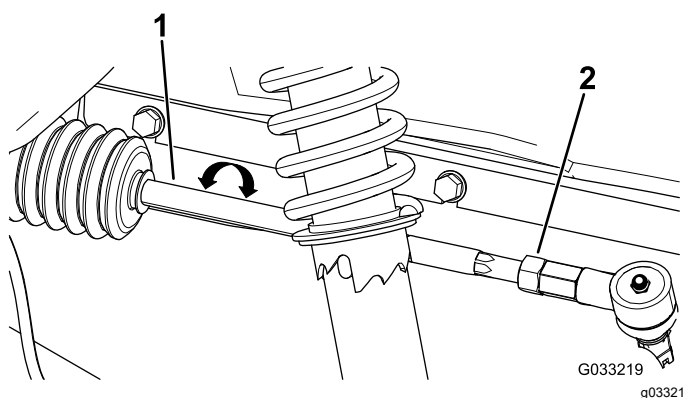

Figura 55
3. Se a medição obtida não se situar entre 0 e 6 mm, desaperte as porcas de retenção nas extremidades das barras (Figura 55).